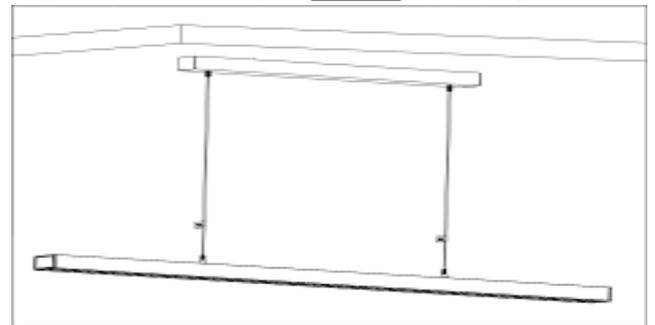

Abb. 2: Produktabmessungen in 1.190 x 160 x 30mm
2. Den Geräteträger mit den beiliegenden Dübeln und Schrauben (Achtung: ausschließlich für Betondecken geeignet) an der Decke befestigen. (Abb. 3, Bild 2) Dafür die vorher freigeschaltete Netzleitung vorab durch die Leitungseinführung mit Gummitülle (Bild 2) führen.